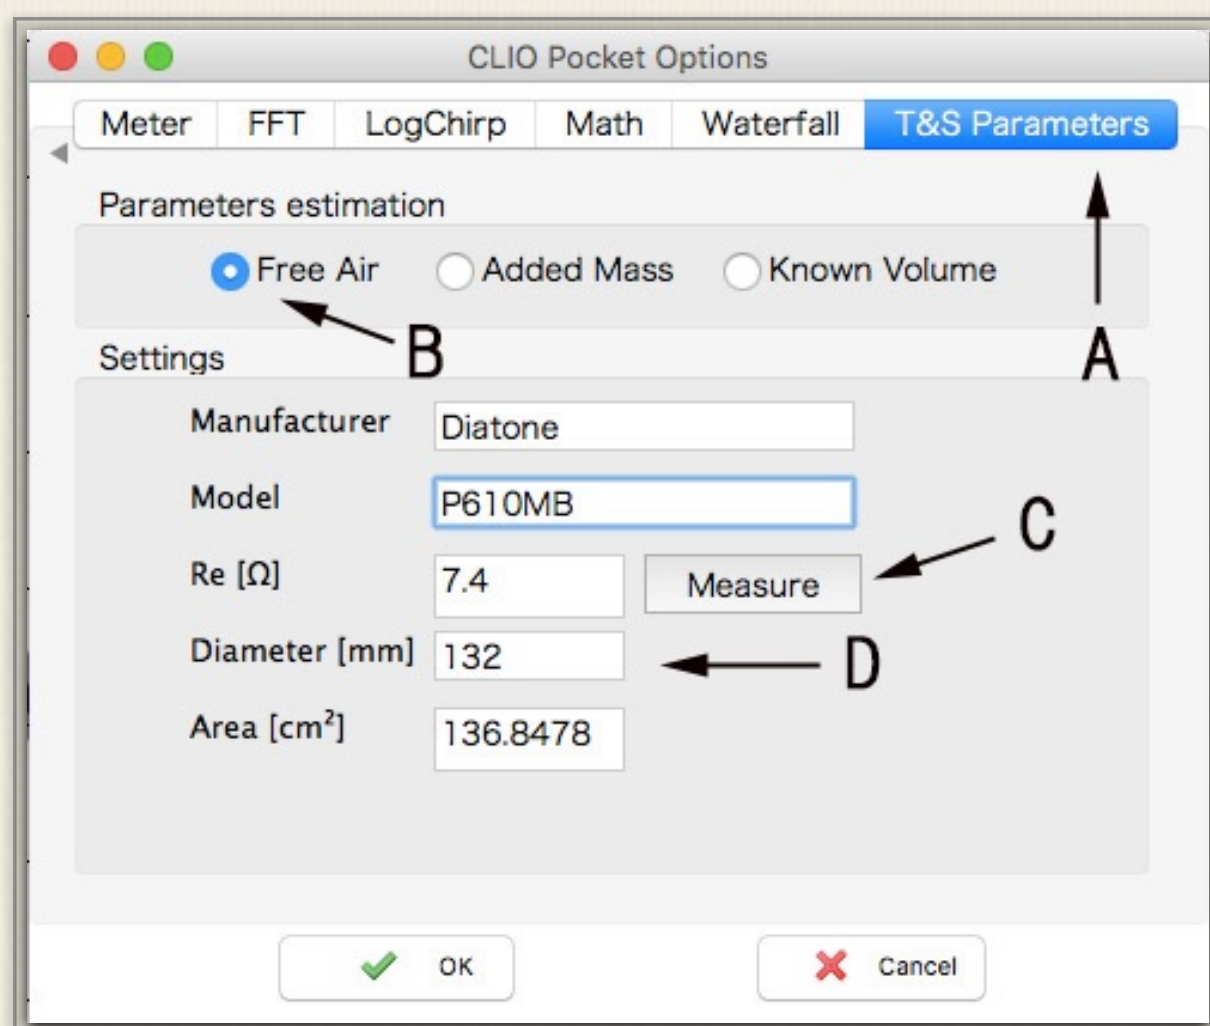

図3-6 T&Sパラメーター（自由空間）設定
- ① 図3-3の設定画面「CLIO Pocket Options」上で「T&S Parameters」タブを開き図3-6を表示する
- ② 矢印Bの自由空間「Free Air」を選択し、メーカー名や型番を入力する
- ③ Cの「Measure」をクリックする。DC抵抗値が自動的に測定され、この場合7.4Ωが入力される
- ④ もう一つのパラメーターである振動板直径をDに入力する（これは、直径を計測してもよいし、もし振動板有効面積（S）がカタログなどから分かっている場合は、その値を下「Area」に入力してもよい）